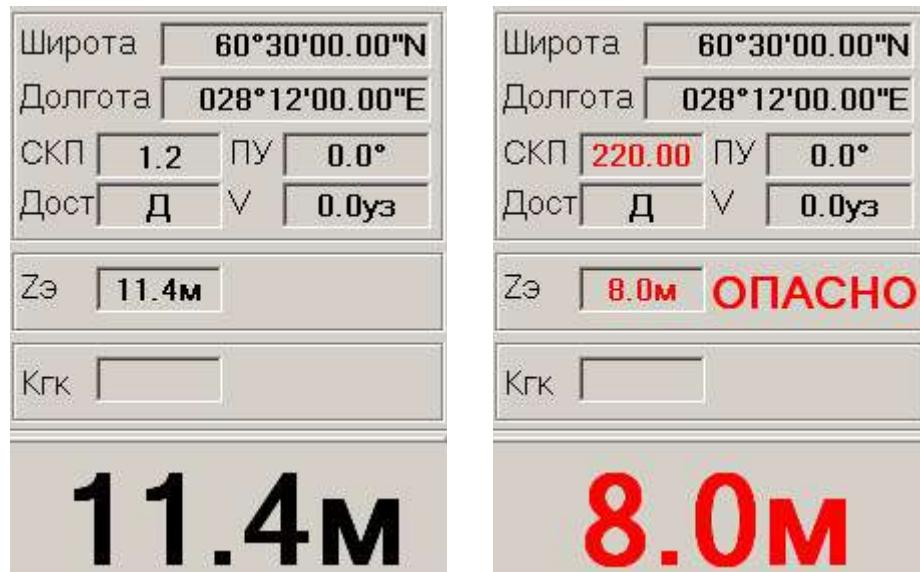

Рисунок 6.4 – Первый уровень информирования об аварийной ситуации. На правом рисунке: мигание и окрашивание в красный цвет значений глубины и СКП.
- «**Сигнализация**» - при возникновении нештатной ситуации на правой навигационной панели выводимые значения глубины, СКП и отклонения от галса начнут мигать и окрашиваться в красный цвет, см. рисунок 6.4;